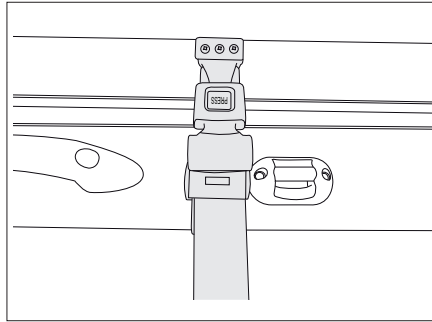

Bild 174 Sicherheitsgurt
- Den Sicherheitsgurt (Bild 174) lösen.
- Den Sicherheitsgurt (Bild 174) anbringen.